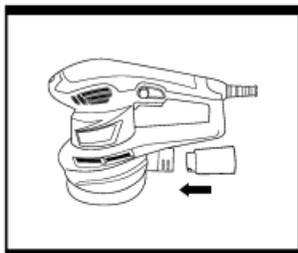

Fig. 4
4. CONNEXION DE LA PONCEUSE A UN ASPIRATEUR (Fig. 4)